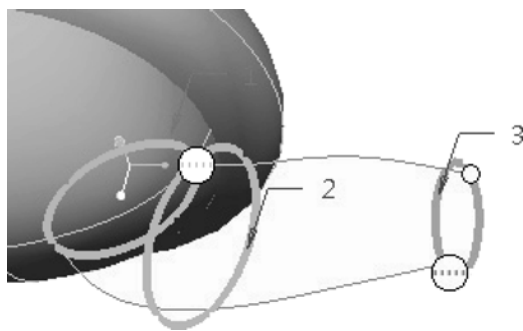

图 13-131 指定第一方向链
① 单击“边界混合”按钮, 出现“边界混合”选项卡。
② “边界混合”选项卡中的“第一方向链”收集器处于活动状态，结合〈Ctrl〉键按照顺序来选择如图 13-131 所示的 3 条边链作为第一方向链曲线。